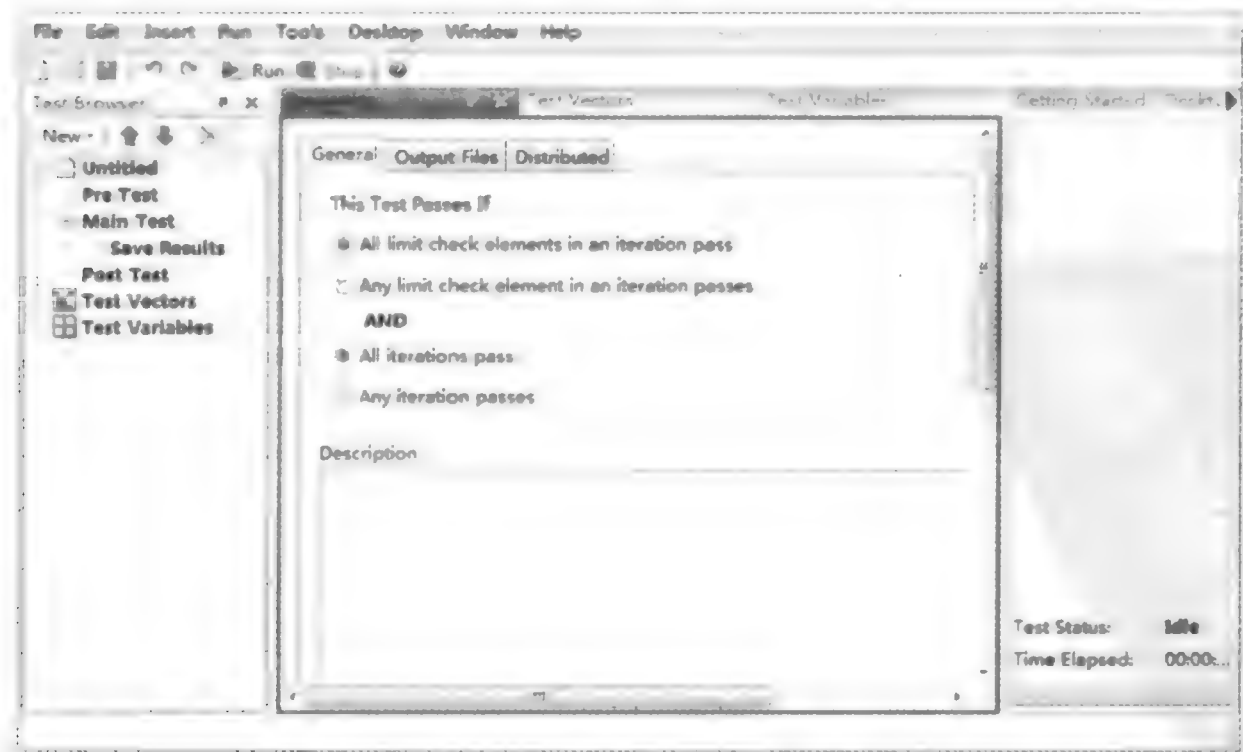

图 9.5.3 SystemTest 界面
(2) 建立测试程序。在 MATLAB 命令行窗口输入 systemtest,打开 SystemTest 界面如图 9.5.3 所示。